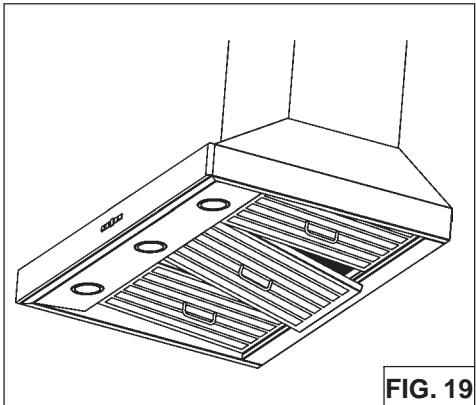

FIG. 19
1. Pour retirer le filtre à GRAISSE, (Fig.19) pousser le filtre vers l'avant pour qu'il efface le canal du filtre, puis tirez sur la poignée pour dégager le filtre de la hotte. Inclinez le filtre vers le bas et la retirer.